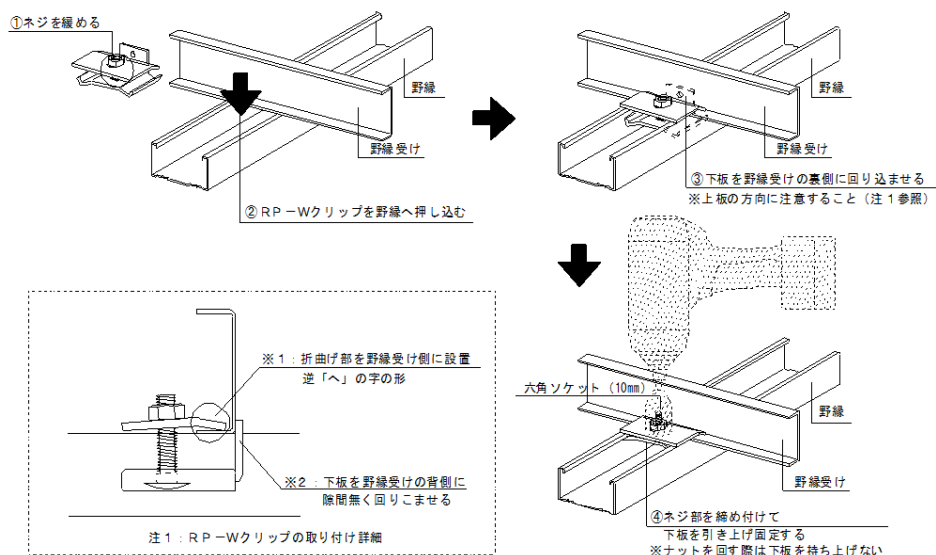

図 3-4 RP-Wクリップの取付け
- ①クリップのネジ部を緩め、上から野縁へ押し込む。
- ②下板を野縁受けの裏側に回りこませる（その際上板の方向に注意する）。
- ③ネジ部を締め付けて下板を引き上げて固定する。（図 3-4 参照）